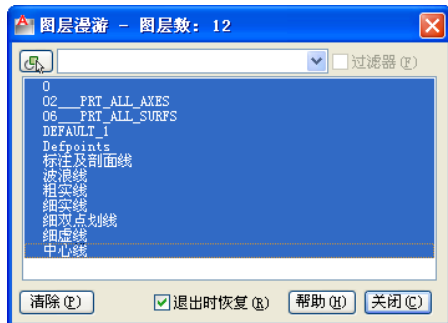

图 6-34 “图层漫游”对话框
- “图层漫游”：显示选定图层上的对象，并隐藏所有在其他图层上的对象。选择该命令时，打开如图 6-34 所示的“图层漫游”对话框。对于包含大量图层的图形，用户可以通过过滤显示在对话框中的图层列表。使用该命令可以检查每个图层上的对象和清理未参照的图层。